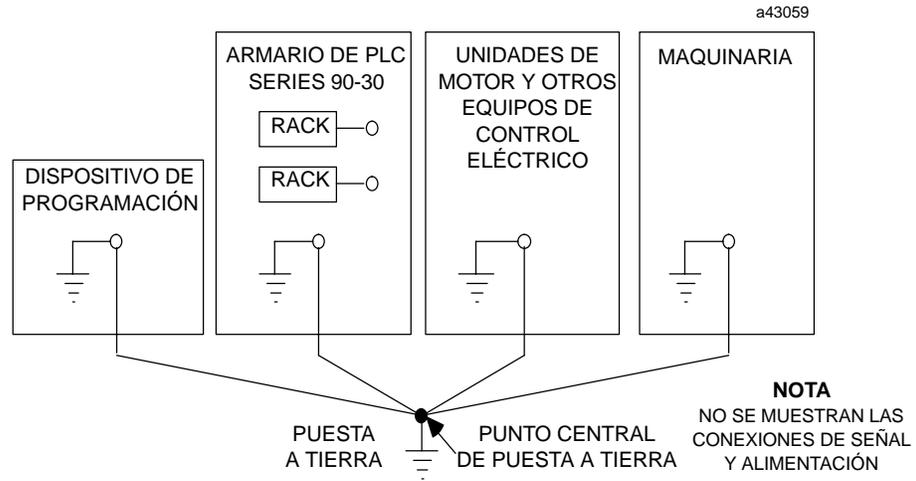

Figura 2-11. Puesta a tierra recomendada para el sistema
- Si utiliza el **soporte adaptador de montaje acoplado (IC693ACC313)**, el cable de puesta a tierra se puede instalar tal como se muestra en la figura 2-11, con la puesta a tierra fijada al soporte adaptador de montaje acoplado. Se debería instalar un cable de puesta a tierra adicional para conectar el soporte adaptador a una puesta de tierra sólida en la carcasa en el rack de 48 cm (19"). Utilice las mismas piezas o equivalentes y algún producto de eliminación de pintura tal como se muestra en la anterior figura.
- Si utiliza el **soporte adaptador de montaje de superficie (IC693ACC308)**, el cable de puesta a tierra debe salir de la placa base, tal como se muestra en la figura 2-11, e ir hasta una puesta de tierra sólida en la carcasa en el rack de 48 cm (19"). Utilice las mismas piezas o equivalentes y algún producto de eliminación de pintura tal como se muestra en la anterior figura.